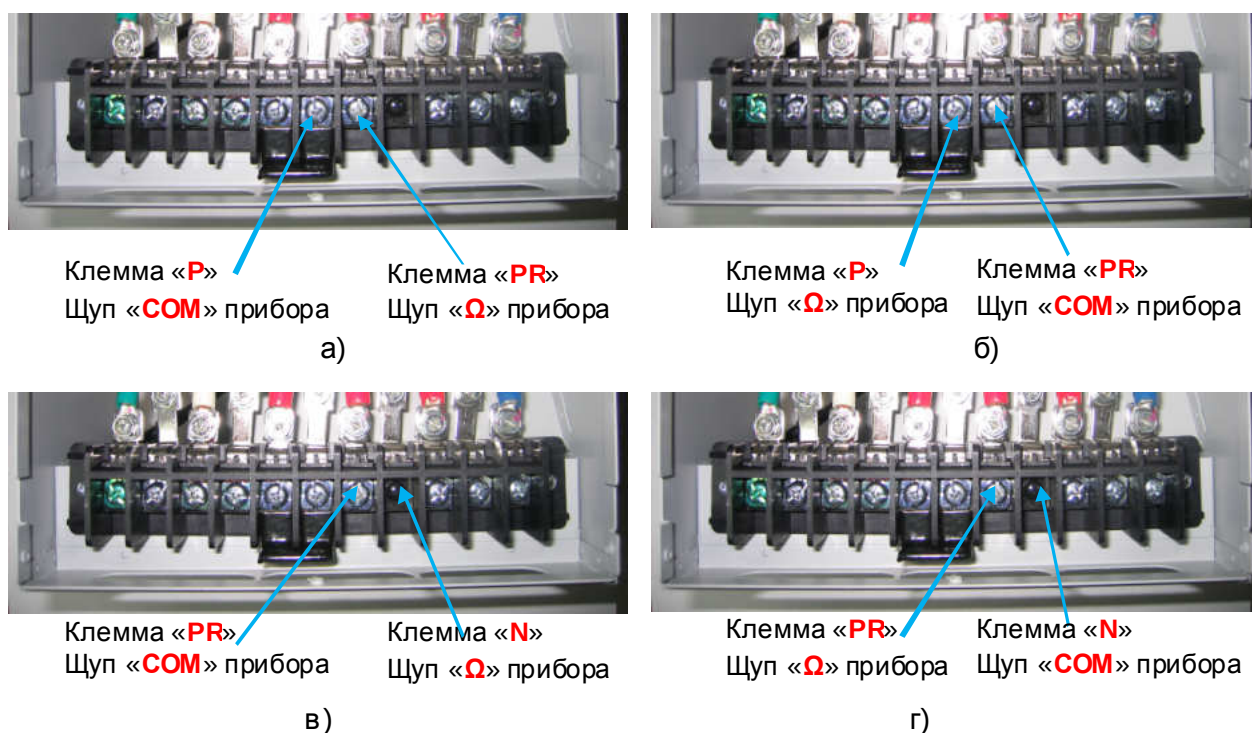

Рис.4.17. Проверка силового ключа тормозного прерывателя.
4.12.18.6. Подключить щупы мультиметра к клемме **P** и клемме **PR** силовой клеммной колодки в соответствии с рис. 4.17а. Показания прибора, при исправной матрице, должны быть в пределах **200...1000** (прямая проводимость диода). Подключить щупы мультиметра в соответствии с рис. 4.17б. Прибор должен показать **«Обрыв цепи»** (обратная проводимость).
4.12.18.7. Подключить щупы мультиметра к клемме **N** и клемме **PR** силовой клеммной колодки в соответствии с рис. 4.17в. Прибор должен показать **«Обрыв цепи»**. Подключить щупы мультиметра в соответствии с рис. 4.17г. Прибор должен показать **«Обрыв цепи»** (продолжительность последнего измерения должна быть не менее 5 секунд).